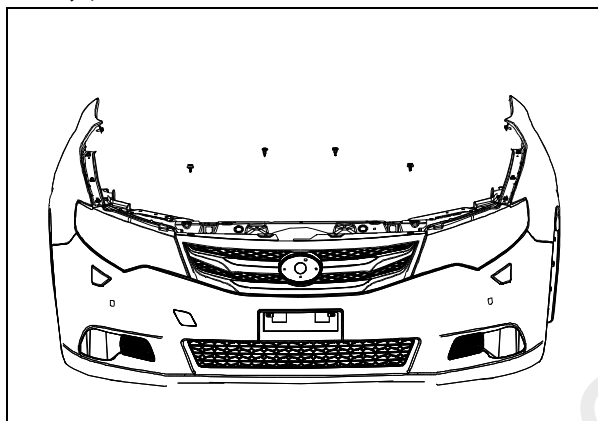

图 4-8-1-2
- (1) 拆下安装在格栅上与水箱上横梁的 2 个胶头螺栓，2 个子母扣，如图 4-8-1-2 所示；